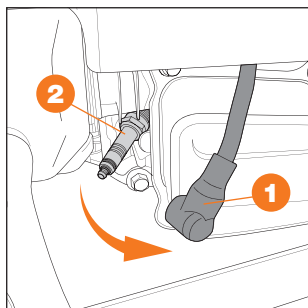

Рис. 37
- Снимите свечной колпачок ❶ (Рис. 37).